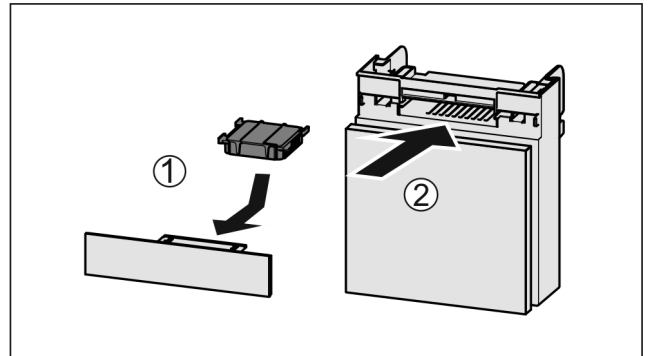

Fig. 90
- ▶ Inserire il vano Fig. 90 (2).